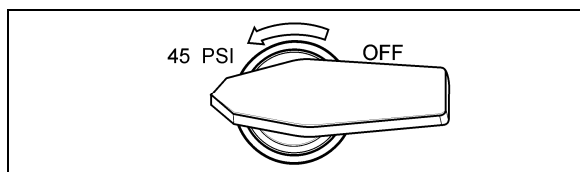

FIGURE 12 : SOUPE DE TENDEUR DE COURROIES SUR LE PANNEAU DE COMMANDE ARRIÈRE (OPTION)
8. Repérer la valve d'évacuation d'air du tendeur de courroies du compresseur de climatisateur (le cas échéant). Tourner la poignée de la valve d'évacuation dans le sens antihoraire pour relâcher la pression du soufflet du tendeur de courroies et desserrer les courroies (Figure 12). Démonter les courroies.